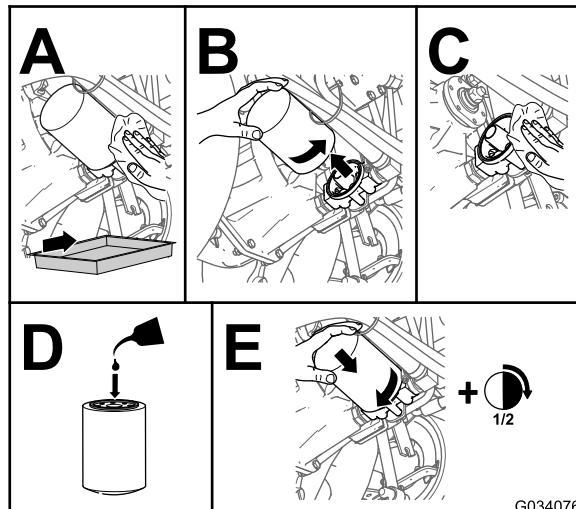

Bild 81
- Tauschen Sie den Hydraulikfilter aus (Bild 81).